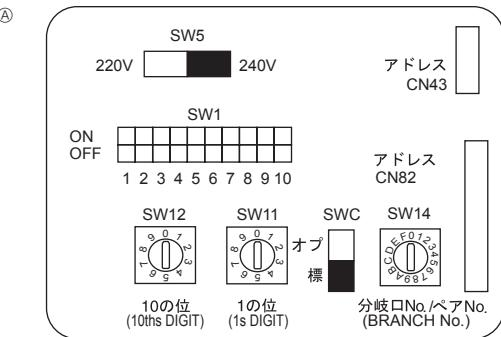

Fig. 7-4
7.5. Adressen einsetzen (Fig. 7-4)
- ① Wie stellt man Adressen ein
7.6. Messen der Raumtemperatur mit dem in eine Fernbedienung eingebauten Temperaturfühler (Fig. 7-4)